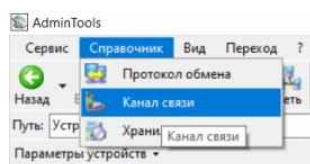

Рисунок 7.3 – Вкладка «Канал связи»
- в панели команд выберите «Справочник -> «Канал связи» (рис. 7.3).